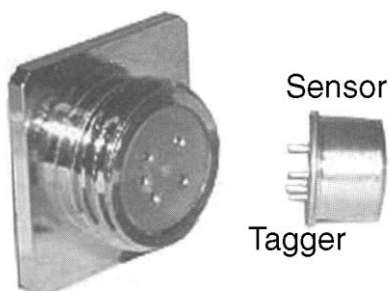

Fig. 8
4. Sett den nye sensoren på plass i lekkasjesøkeren: Husk de fem hullene i lekkasjesøkeren som passer til de fem taggene på sensoren, se fig. 8.